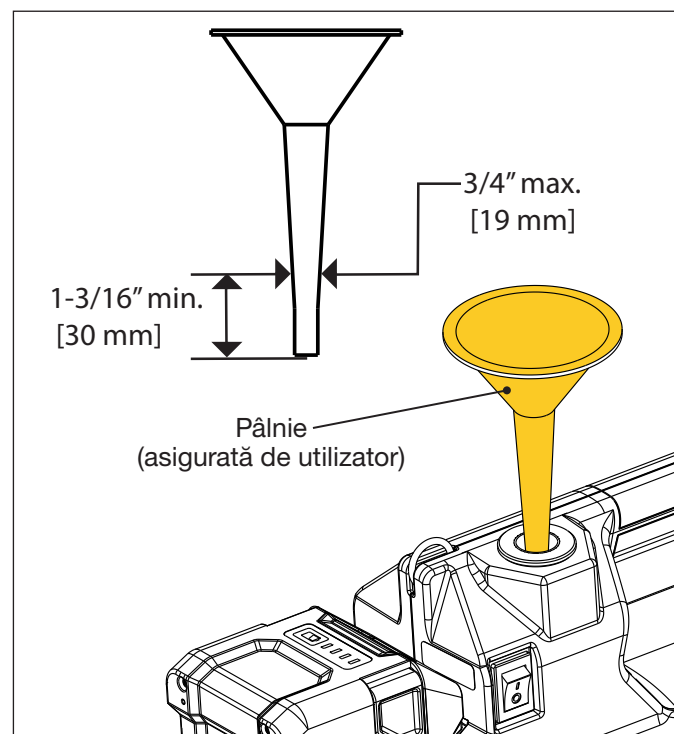

Figura 14: Adăugarea uleiului folosind pâlnia
- Introduceți o pâlnie (max. 19 mm [3/4"] diametru exterior tijă și cel puțin 30 mm [1-3/16"] lungime) prin orificiul de umplere și în tubul de umplere cu ulei. Consultați Figura 14.